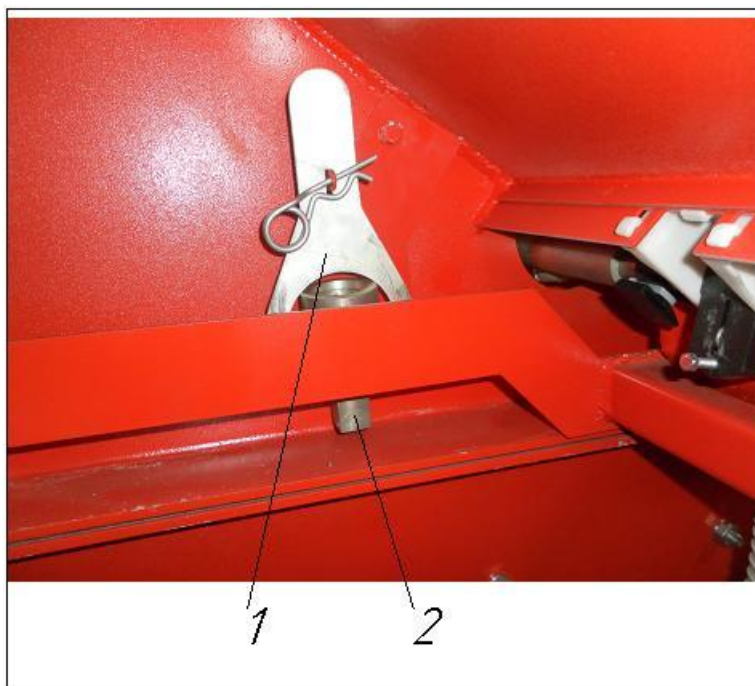

Рис. 42.
6.1.2. Снимите вилку (Рис. 42/1) и переходник (Рис. 42/2), закрепленные на кронштейне средней стенки бункера.